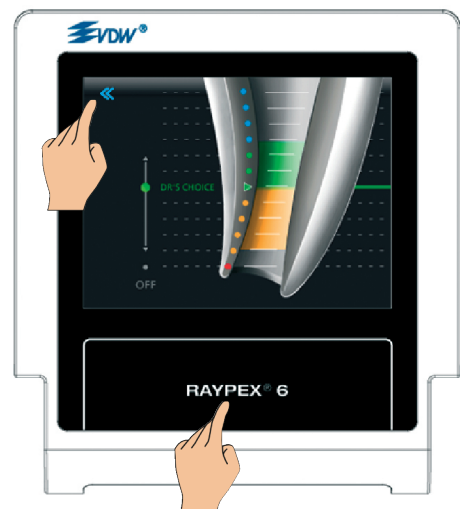

Abb. 26 Verlassen von DR'S CHOICE
- Zum Verlassen von DR'S CHOICE tippen Sie den Zurück-Pfeil oder das RAYPEX® 6 „Home“ Feld an (Abb. 26)